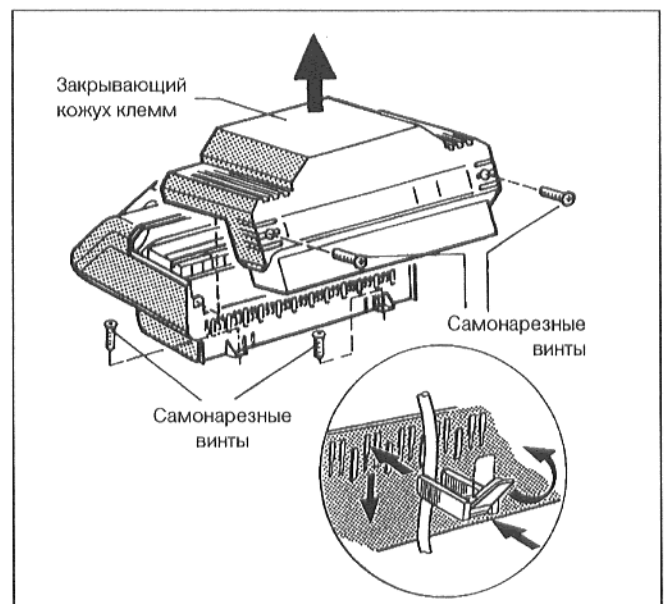

Рис. 18
- Вывернуть оба самонарезных винта сзади из закрывающего кожуха клемм и снять кожух (Рис. 18).
- Привинтить цоколь устройства регулирования сзади справа и слева с помощью 2 самонарезных винтов к переднему кожуху котла (Рис. 18).
- Все линии необходимо закрепить посредством кабельных зажимов: Вставить кабельный зажим с вложенной линией сверху в прорезь фиксирующей рамки; лапка рычага при этом должна быть направлена вверх. Подсунуть кабельный зажим и прижать. Переместить рычаг вверх (Рис. 18).
- Надеть закрывающий кожух клемм и привинтить 2 самонарезными винтами (Рис. 18).